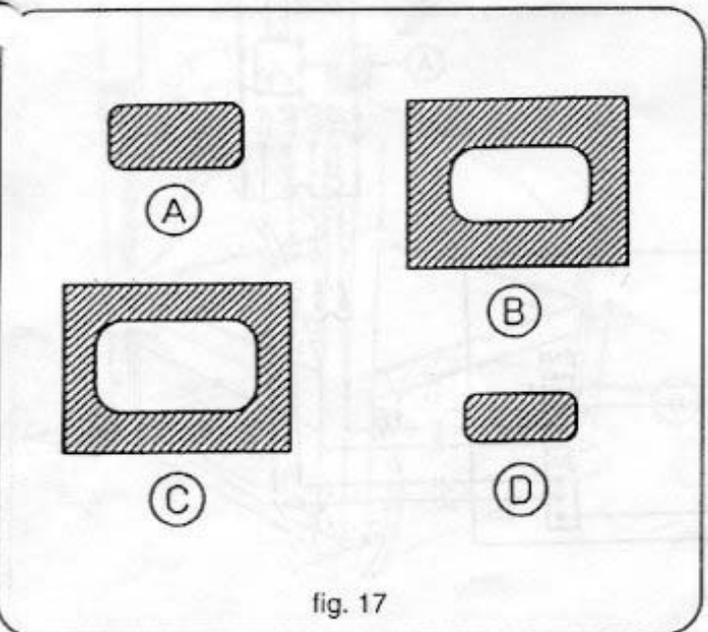

fig. 17
Da es manchmal schwierig ist, die Schablone in der genannten Weise anzufertigen, ist die nachfolgend beschriebene Vorgehensweise zu empfehlen (Abb. 17).
- Eine Pilotform aus Aluminium, Kunststoff oder Blech der Dicke 2 - 3 mm anfertigen, die dem anzufertigenden Werkstück exakt entspricht (Detail A oder B, Abb. 17).